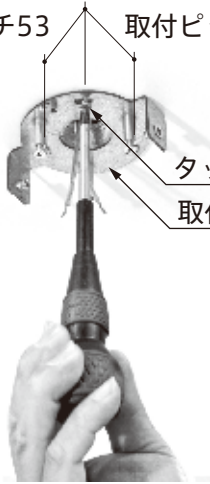

図2
2. ワイヤー取付けプレートをワイヤー取付けプレート固定ネジに差し込んで回します。（図2）